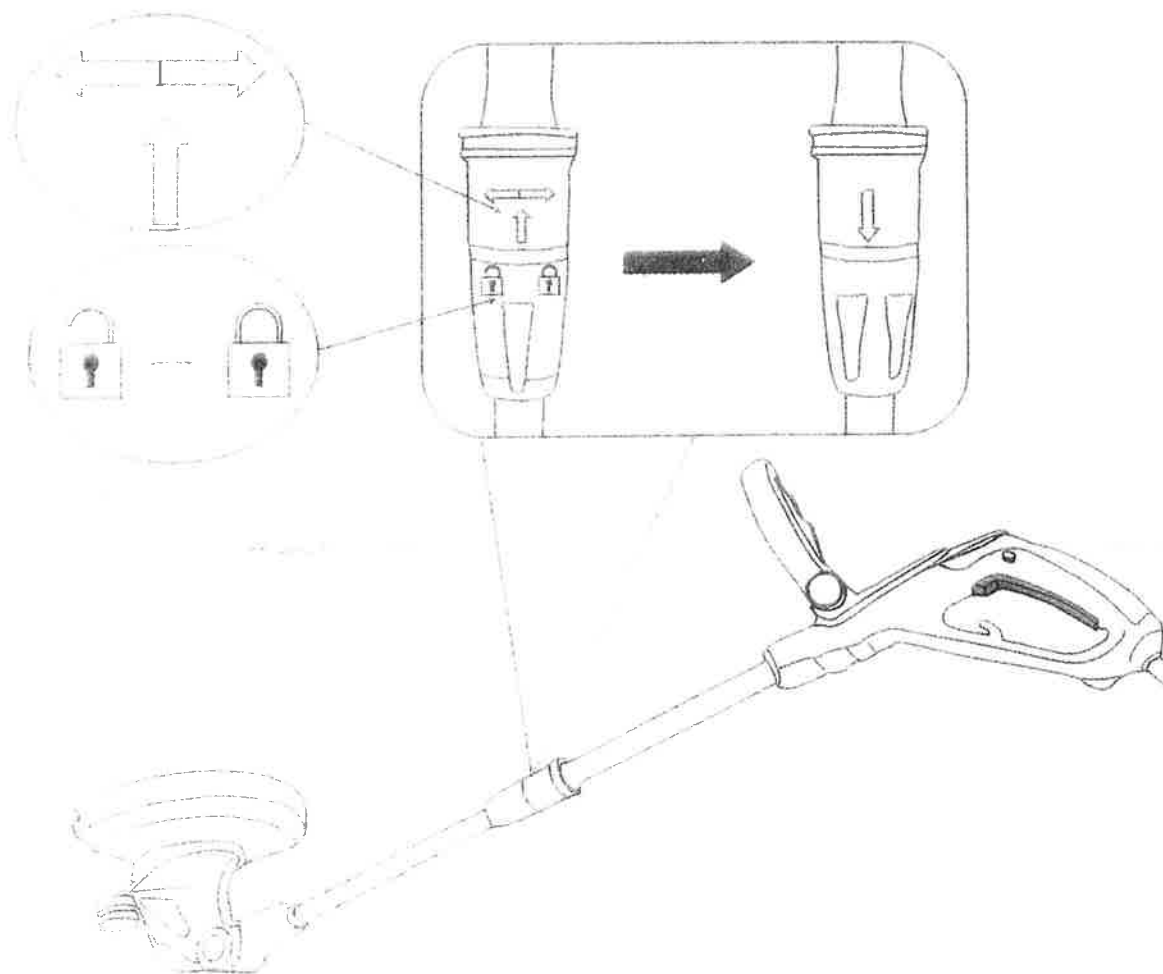

Fig.8
- Appuyez sur le bouton de la molette de bordure (6)), puis tourner l'arbre dans le sens horaire, que vous entendez le son «clic». (Fig.8)
- Maintenant, la tondeuse peut être utilisé comme coupe-bordure. (Fig.8)